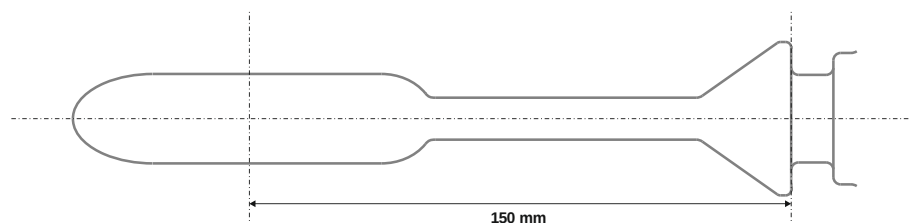

Figura 12: Distanza tra il centro della punta con forma a goccia e l'estremità dell'anello a cono per il fissaggio del preservativo.
- Il centro della punta con forma a goccia ha una distanza di 150 mm dall'estremità dell'anello a cono per il fissaggio del preservativo (vedere la figura 12).